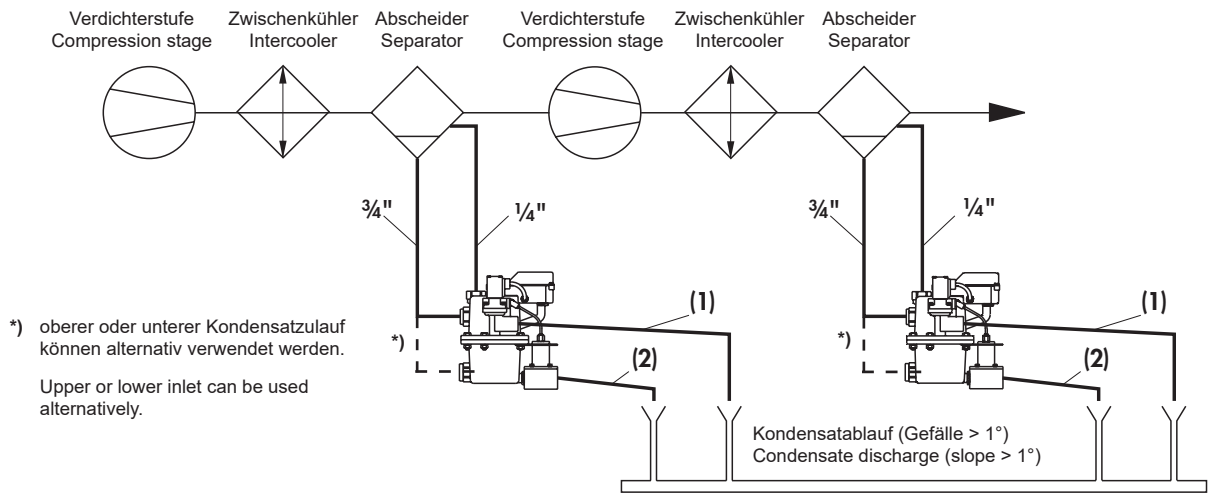

Bild 2: **BEKOMAT 3 CO LA / LALP** an mehrstufigem Verdichter **mit** Luftausgleichsleitung (Kondensatanfall > 360 l/h)
- Bei Kondensatmenge > 360 l/h eine Luftausgleichsleitung verlegen (Bild 2)